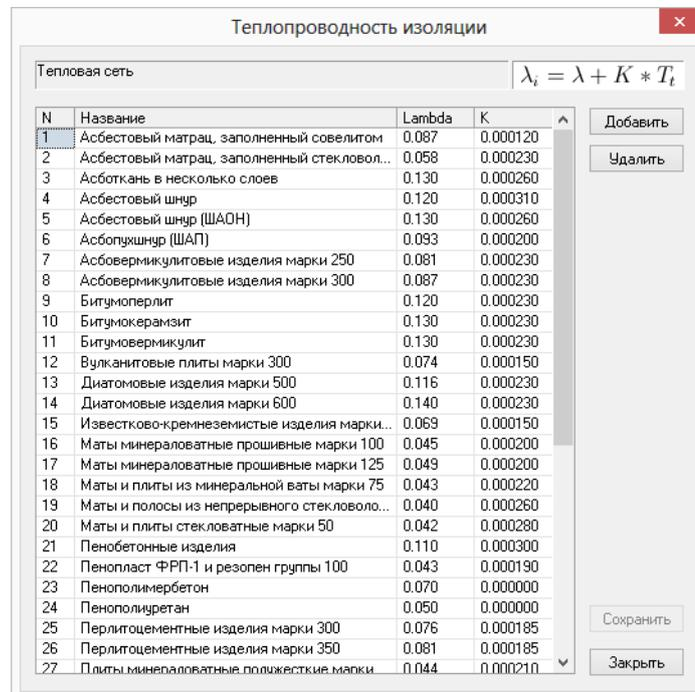

Рисунок 20.36. Окно «Теплопроводность изоляции»
4. Напротив Справочник по изоляции трубопроводов нажмите кнопку Откроется окно справочника по теплопроводности изоляции. Рисунок 20.36, «Окно «Теплопроводность изоляции»»